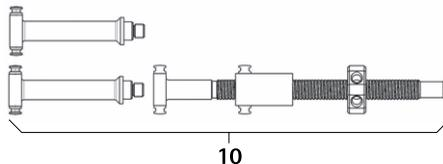

Рис. 15
- ▶ Установить шпindelный дистрактор 10, см. Рис. 15.